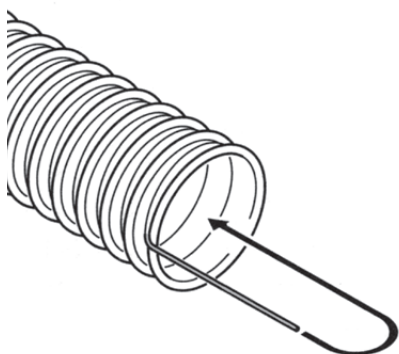

Fig. 13 Esporre il cavo di terra flessibile curvandolo all'interno
- ▶ Esporre circa 5 cm del cavo di terra flessibile su tutte le estremità del tubo e piegare verso l'interno nel tubo – Fig. 13.